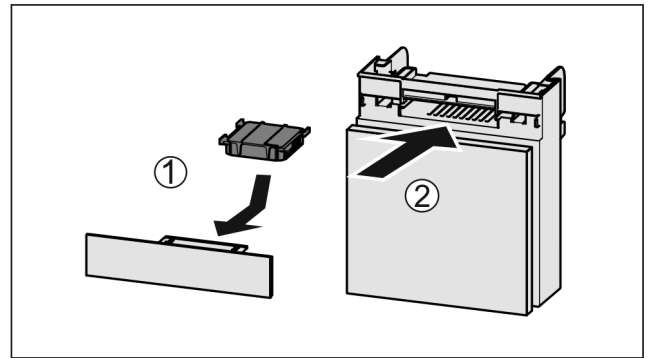

Fig. 58
- ▶ Aseta aktiivihiihilsuodatin kuvan mukaisesti paikoilleen Fig. 58 (1).
- ▷ Aktiivihiihilsuodatin lukittuu kiinni. Kun aktiivihiihilsuodatin osoittaa alaspäin: ▶ Työnnä lokero kiinni Fig. 58 (2).